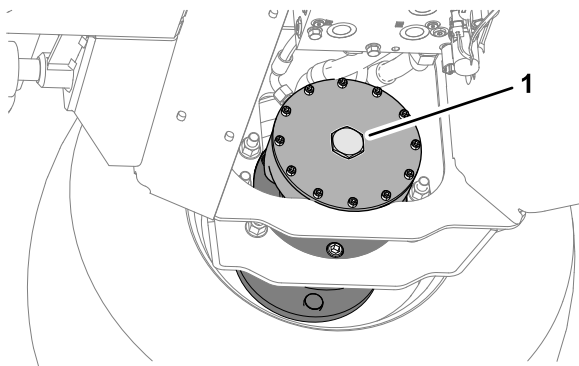

Figura 41
5. En el conjunto de freno del motor de la rueda delantera derecha, retire el tapón hexagonal (**Figura 41**).